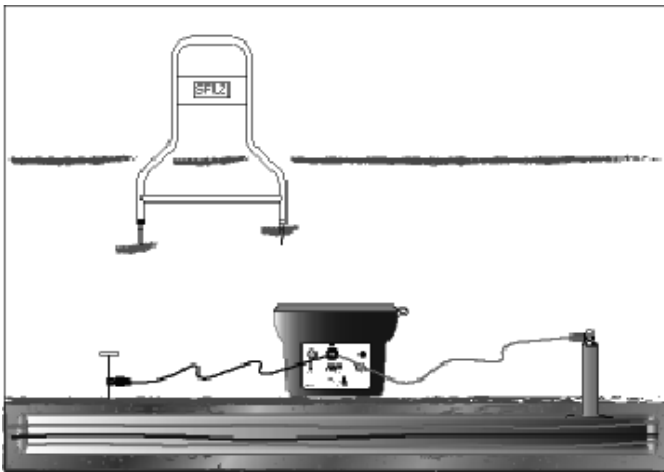

Abbildung 3-3: Positionieren des A-5000 Empfängers für Synchronisierung
1. Den A-5000 Empfänger so halten, dass der Spieß mit dem schwarzen Band ungefähr zwei (2) Schritte vom Staberder entfernt ist und das weiße Band in einer Linie mit dem angepeilten Kabel ausgerichtet ist. Der A-5000 Empfänger muss für Synchronisierung und für ordnungsgemäßes Funktionieren des Geräts wie in Abbildung 3-3 gezeigt positioniert werden. Die A-5000-Spieße fest in die Erde drücken. Die A-5000 Mantelfehler-suchhilfe einschalten (ON). Warten, bis der Pfeil blinkt.